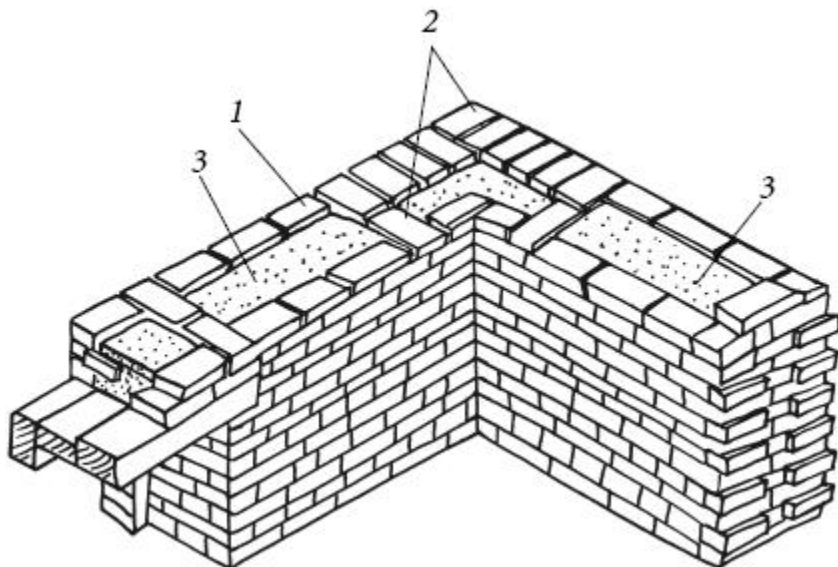

Рис. 13. Облегченная колодцевая кладка стены: 1) продольные стенки; 2) поперечные стенки; 3) внутренний слой утеплителя
2. Кладку устраивают из двух параллельных стенок (внутренняя кладка и внешняя), между которыми оставляют зазор 14 – 34 см для устройства теплоизоляции. По длине стены внутреннюю и внешнюю параллельные стенки соединяют поперечными толщиной в полкирпича с шагом 65 – 120 см (рис. 13). Кладку ведут обычными для каменных работ методами, укладывая раствор толщиной около 1 см между слоями кирпича и отдельными камнями. Раствор укладывают и разравнивают кельмой. Кирпичи вдавливают в раствор, проверяя горизонтальность и вертикальность ряда горизонтальным уровнем и отвесом. Ровности стены добиваются натягиванием шнура-причалки от одного угла до другого.